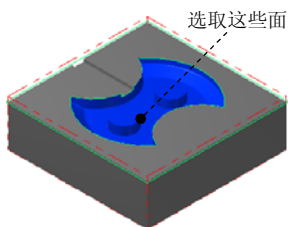

图 22.21 选取加工面
(1) 选取加工面。在图形区中选取图 22.21 所示的所有面 (共 33 个面), 然后按 **Enter** 键, 系统弹出“刀具路径的曲面选取”对话框。